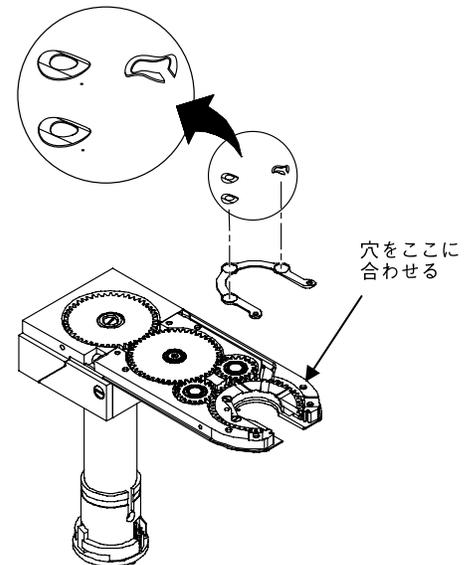

図 53：ブラシおよびディスク・スプリングを取り付ける
5. 未使用の波型スプリングおよび2個の湾曲したディスク・スプリングをブラシのポケットに取り付けます。その際、湾曲が上向きになるようにしてください。図 53 をご参照ください。